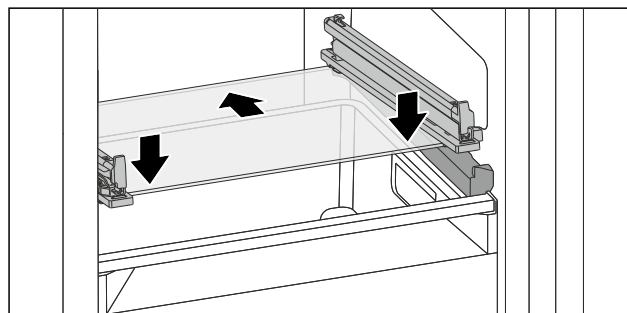

Fig. 71 Ripiano in vetro del cassetto ribaltabile
- Applicare il ripiano in vetro obliquamente dietro i fermi. (vedere Fig. 71)